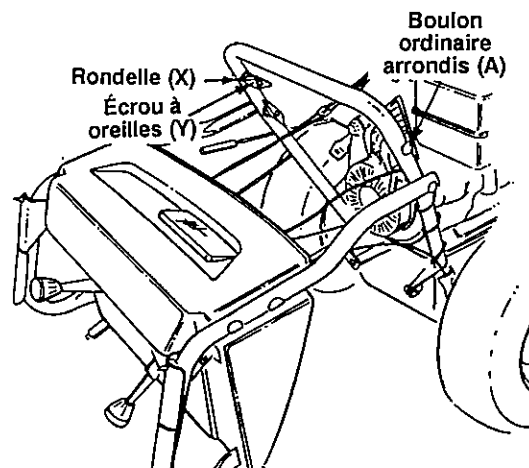

FIGURE 5
- Faites reposer l'ensemble du panneau de commande et du guidon supérieur par terre et alignez les trous inférieurs des guidons supérieur et inférieur. Maintenez-les en place avec les boulon ordinaires arrondis (A), les rondelles (X) et les écrous à oreilles (Y). Voir la figure 5.